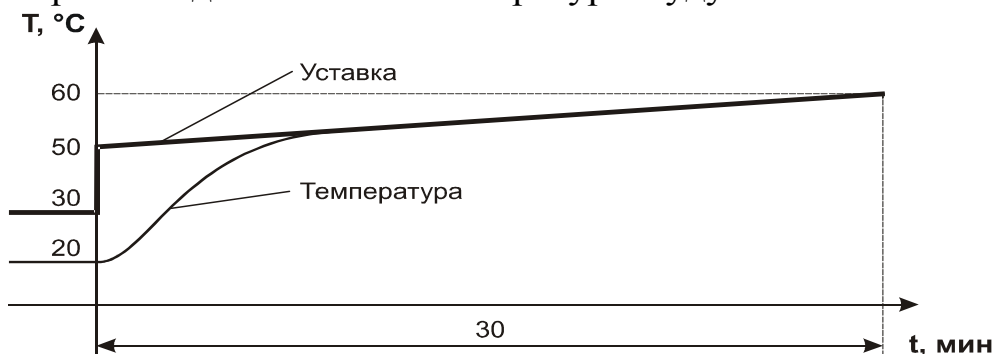

Рис. 6.7
- а) Если параметры первого шага задать как в вышеприведенном примере, т.е. $bc = 0$, $SP = 50$, $t_0 = 30$, $P_0 = 60$, тогда характер изменения уставки и примерный вид изменения температуры будут соответствовать рис. 6.7